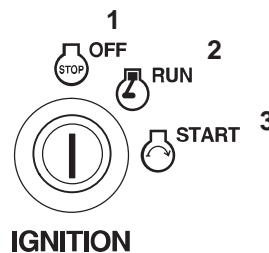

Bild 19
- Drehen Sie den Zündschlüssel, um den Anlasser zu starten. Lassen Sie den Schlüssel los, sobald der Motor startet (Bild 19).
3. Lassen Sie den Motor 60 Sekunden lang im Leerlauf drehen (Bild 19).
4. Drehen Sie den Zündschlüssel in die Aus-Stellung (Bild 19).